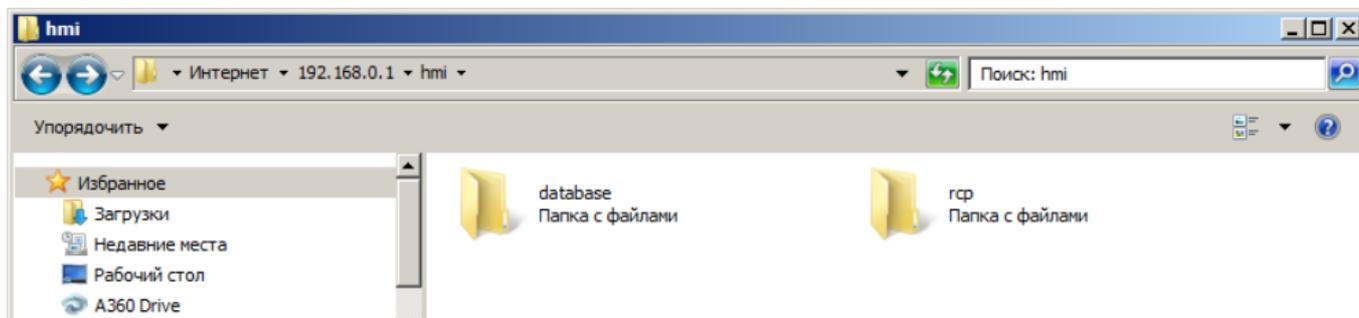

Рисунок 235 - Обновление Структура памяти панели
7. В открывшемся окне вы увидите всю структуру памяти панели оператора, а также подключенные к ней USB и SD карты (рисунок 235).